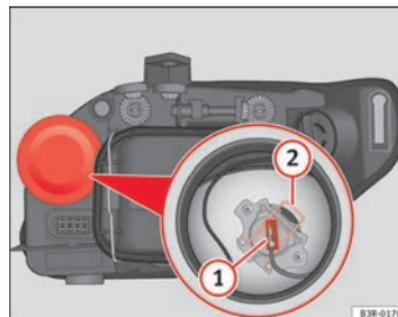

Fig. 193 Máximos
- Retirar o conector ⇒ fig. 193 **1** da lâmpada.
- Prima a mola de fixação ⇒ fig. 193 **2** pressionando-a para dentro e para a direita.